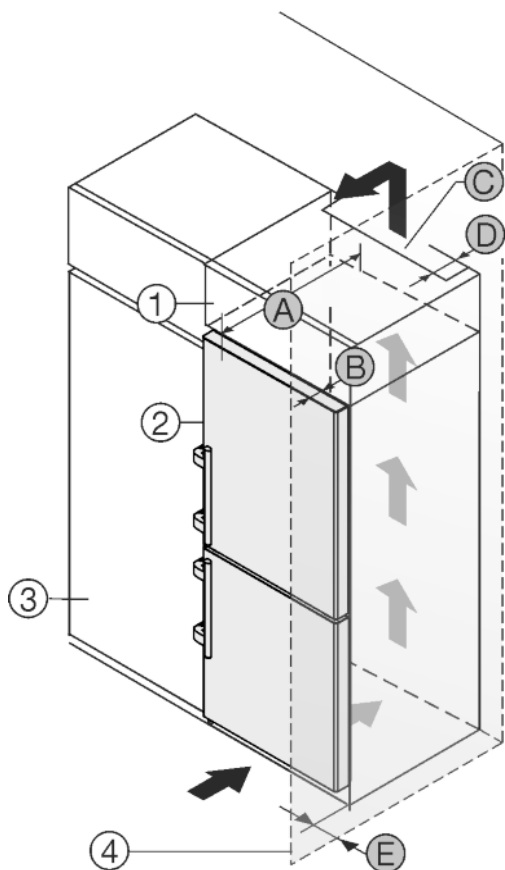

Fig. 13
Aparatul poate fi refăcut cu dulapuri de bucătărie. Pentru a aduce aparatul Fig. 13 (2) la același nivel cu mobilierul de bucătărie, se poate monta deasupra aparatului un dulap suspendat Fig. 13 (1).
Aparatul poate fi amplasat direct lângă dulapul de bucătărie Fig. 13 (3). Pentru a putea deschide complet ușa, aparatul trebuie să fie proeminent cu cel puțin adâncimea Fig. 13 (B) față de suprafața frontală a dulapului de bucătărie. În funcție de adâncimea dulapurilor de bucătărie și utilizarea distanțierelor de perete, aparatul poate ieși mai mult în afară.
Dacă aparatul este amplasat direct lângă un dulap de bucătărie Fig. 13 (3), este necesară o distanță de min. 5 cm față de aparat. Pentru a putea deschide complet ușa, aparatul trebuie să fie proeminent cu cel puțin adâncimea Fig. 13 (B) față de suprafața frontală a dulapului de bucătărie. În funcție de adâncimea dulapurilor de bucătărie și utilizarea distanțierelor de perete, aparatul poate ieși mai mult în afară.
- În partea din spate a dulapului suspendat trebuie să existe o fantă de aerisire cu grosimea Fig. 13 (D) pe toată lățimea dulapului suspendat.
- Sub tavanul încăperii trebuie să fie respectată secțiunea de ventilație Fig. 13 (C).
Atunci când aparatul este montat cu balamalele lângă un perete Fig. 13 (4), trebuie să fie păstrată distanța Fig. 13 (E) între aparat și perete. Această valoare corespunde proeminenței mânerului cu ușa deschisă.